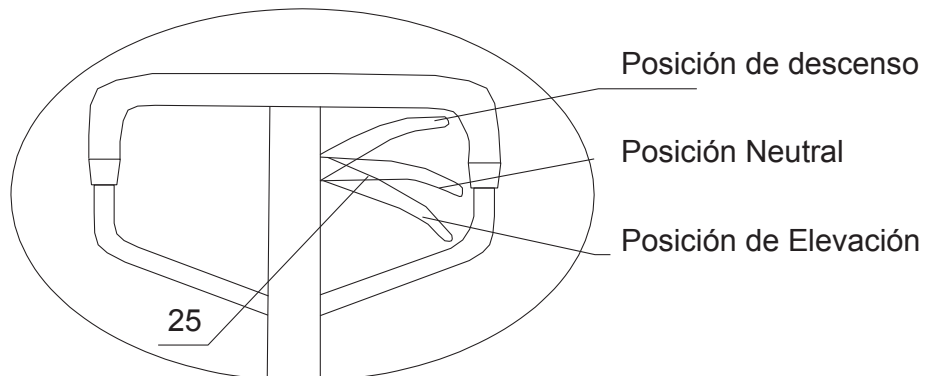

Figura 7
A) Después de terminar el ensamble del equipo, intente sacudirlo y manipular las distintas posiciones de la palanca de la manija (No. 25) para verificar que la posición de levante, neutra y descenso se encuentren funcionando normalmente. Ver figura 7.